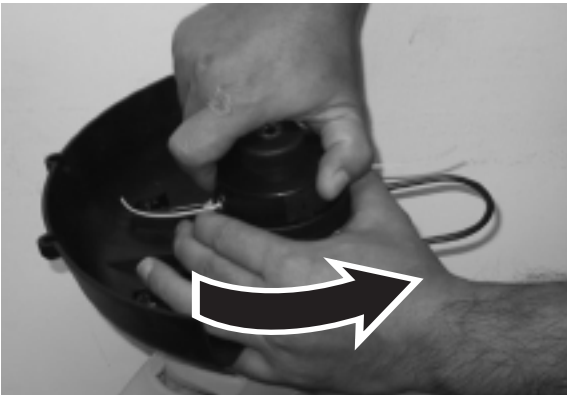

Fig. 18
2. Retire el conjunto del rotor de la podadora. Para hacerlo, sostenga la parte acanalada exterior del conjunto con una mano, mientras empuja hacia abajo y gira la cabeza del rotor con la otra mano para separarla (Fig. 18 & Fig. 19). El portador del rotor y el rotor ahora se separarán fácilmente.